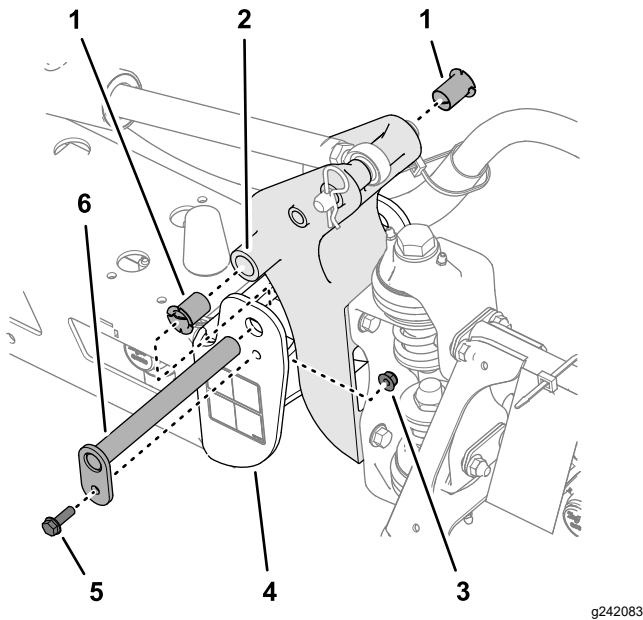

図 150
3. ピボットピンを固定しているボルトとナットを外してピンを取り外す 図 150。
- ナイロンブッシュを取り外し、ピボットブラケットの前面および後面側から見て点検する 図 150。
- 各ナイロンブッシュに少量のオイルを塗ってピボットブラケットに取り付ける 図 150。
- ピボットブラケットの穴を、エンドチャネルの穴に合わせる 図 150。